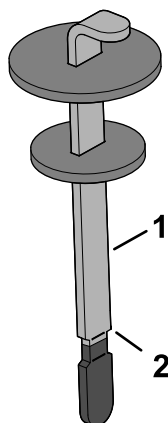

Рисунок 180
4. Извлеките масломерный щуп из заливной горловины и протрите его чистой ветошью. Вставьте щуп в заливную горловину; затем извлеките его и проверьте уровень жидкости. Уровень жидкости должен находиться между двумя метками на масломерном щупе (Рисунок 180).